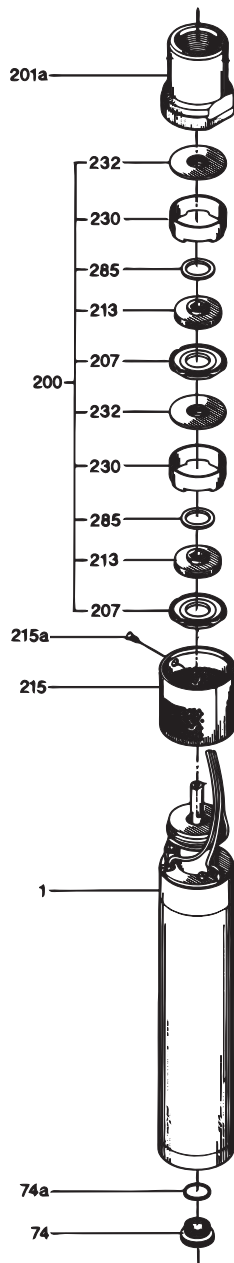

Abb. 16 Einzelteile der Pumpe
Vorgehensweise (siehe Abb. 16):
7. Pumpengehäuse (Pos. 201a) über die Verschleißteile einschl. Laufrädern (Pos. 200) stülpen und am Einlaufteil des Motors (Pos. 1) festschrauben. Siehe Abb. 16.